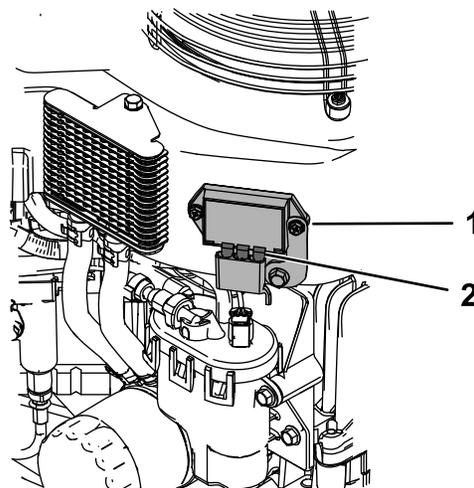

Figure 30
4. Graissez légèrement les lames du régulateur de tension (Figure 30).